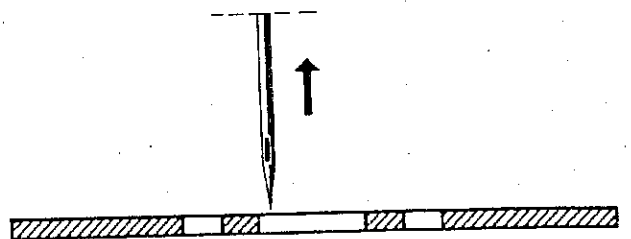

fig.4
- In normaler Drehrichtung am Handrad drehen, bis die Nadel links aufsteigt und mit ihrer Spitze genau an der Oberfläche der Stichplatte steht (siehe Fig. 4).